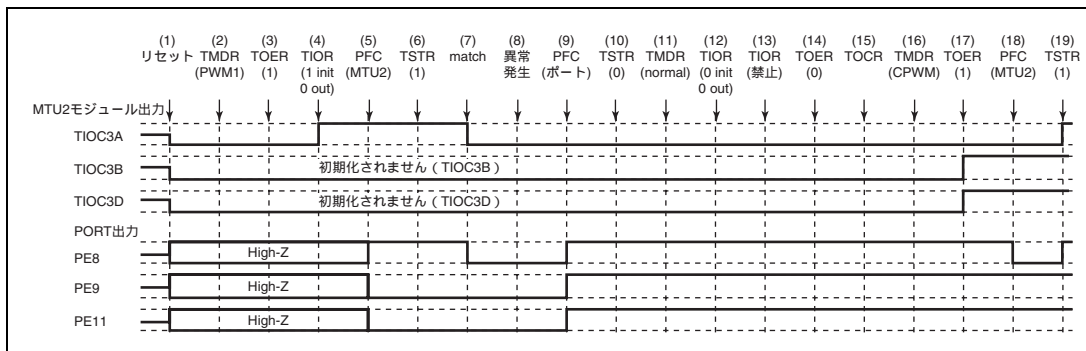

図 10.145 PWM モード 1 で異常が発生し、相補 PWM モードで復帰する場合
PWM モード 1 で異常が発生し、再設定後相補 PWM モードで再スタートする場合の説明図を図 10.145 に示します。
(1) ~ (14) は図 10.145 と共通です。
(15) TOCR でリセット同期 PWM の出力レベルと周期出力の許可禁止を選択してください。
(16) リセット同期 PWM を設定します。
(17) TOER でチャンネル 3、4 の出力を許可してください。
(18) PFC で MTU2 出力としてください。
(19) TSTR で再スタートします。